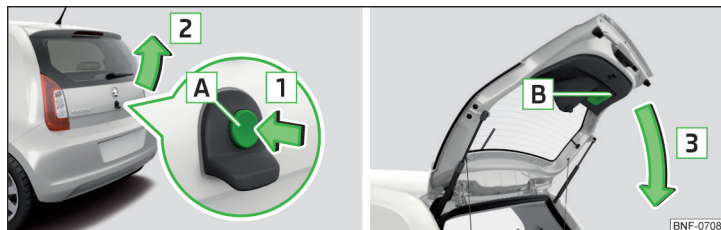

Fig. 34 Abrir/cerrar la tapa del maletero
Se desactiva la tecla **A** » fig. 34 de la pág. 44 cuando se arranca o a partir de una velocidad de más de 5 km/h. Después de parar el vehículo y abrir una puerta se volverá a activar la tecla.
- ▶ Para **abrir** la tecla **A** presionar en el sentido de la flecha **1** » fig. 34.